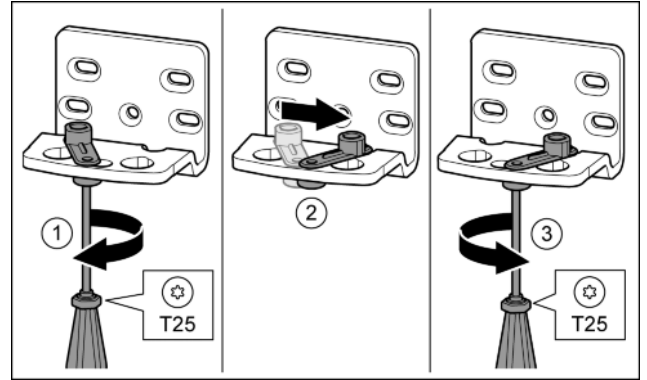

Fig. 15*
- ▶ Lazán tekerje be a csavart a T25 csavarhúzóval.* Fig. 15 (1)
- ▶ Emelje meg az ajtó záródását segítő egységet, és 90°-kal jobbra forgatva helyezze a furatba.* Fig. 15 (2)
- ▶ Húzza meg a csavart a T25 csavarhúzóval.* Fig. 15 (3)